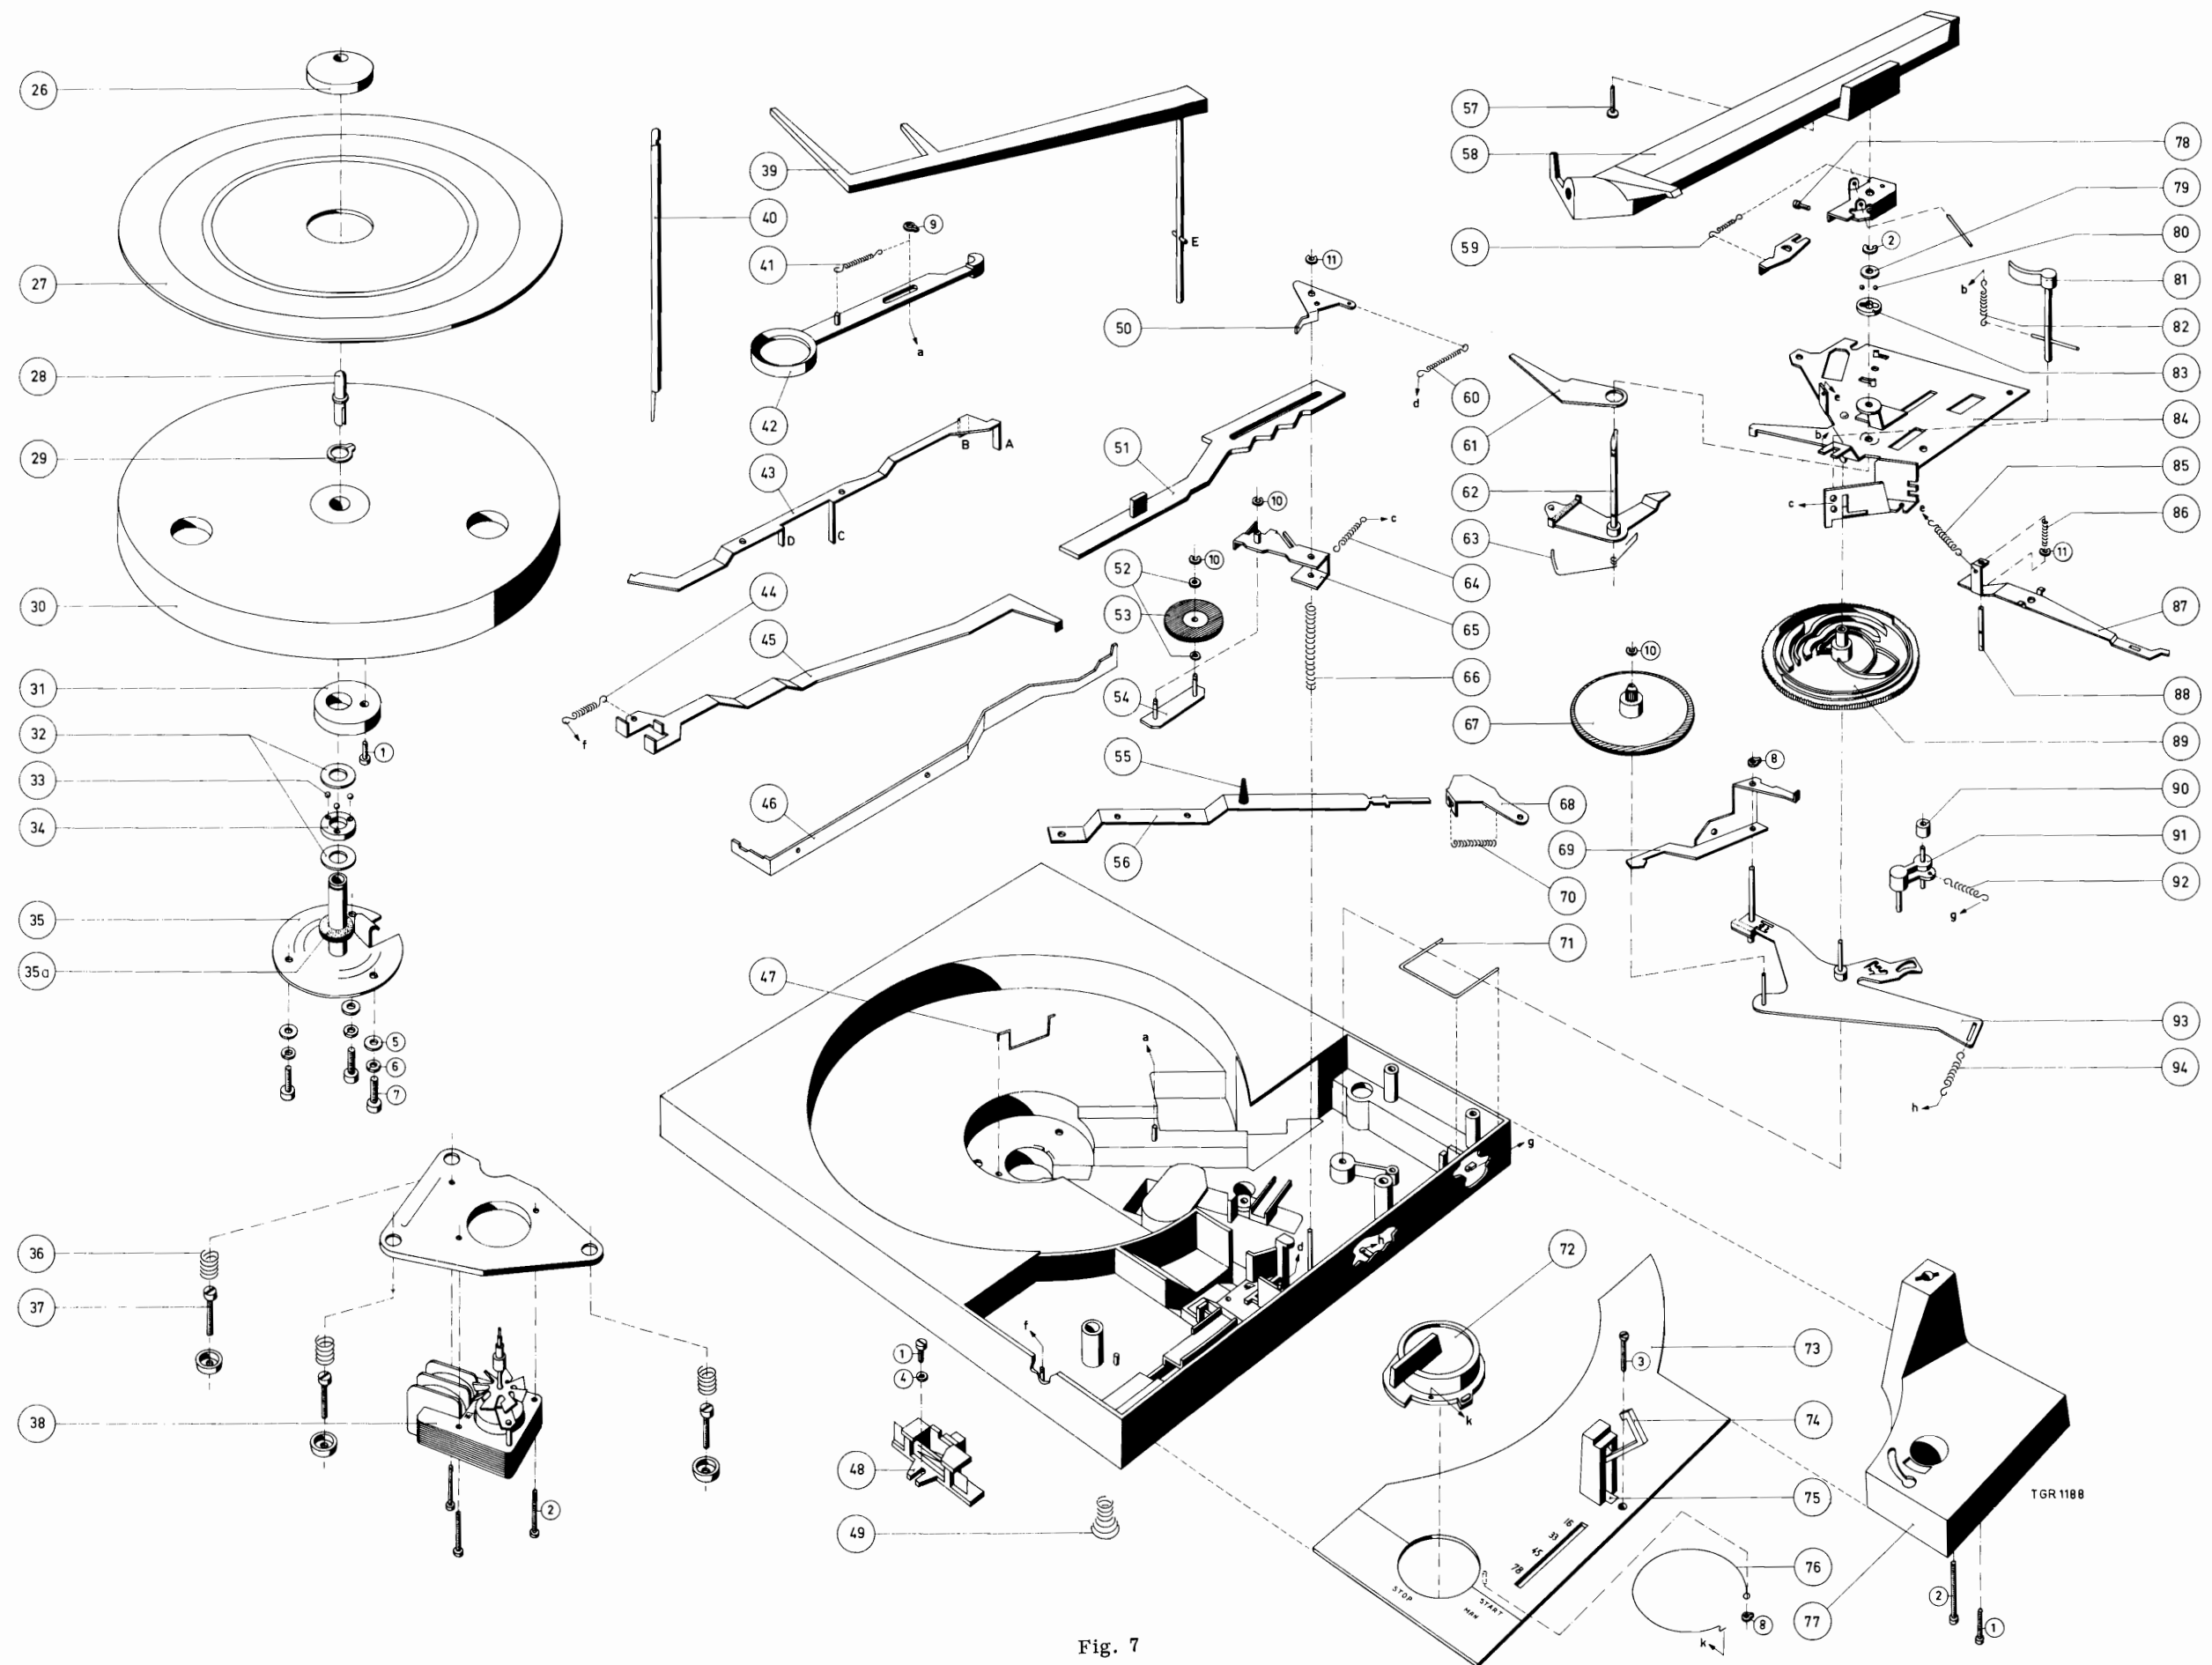

Fig. 7
Door het draaien van de bedieningsknop pos. 72 van stand "O" naar stand "stop!" wordt kantelbeugel pos. 87 via beugel 46 en stang 71 naar beneden gedrukt. Hierdoor wordt de pen 88 van de kantelbeugel 87 in de baan e (zie fig. 1) van de bovenzijde van de commandoschijf gedrukt. Komt deze pen bij punt g (zie fig. 1) dan drukt de beugel pos. 87 de beugel pos. 43 terug. Beugel 43 die met lip A (zie fig. 7) in het slobgat van de beugel pos. 87 zit, blokkeert met lip B de PU-arm. Lip C zet het tussenwiel vrij, terwijl lip D de netschakelaar uitschakelt. Hiermede is ook de commandoschijf in de arretstand (zie fig. 2, pos. H) teruggekeerd. Na het wisselen van de laatste plaat valt de platendrukker pos. 39 naar de rechterzijde van het apparaat. Als gevolg hiervan valt de pen E (zie fig. 7) van de platendrukker op de kantelbeugel pos. 87 en drukt deze naar beneden waardoor op dezelfde manier als bij de handbediening het apparaat uitschakelt.